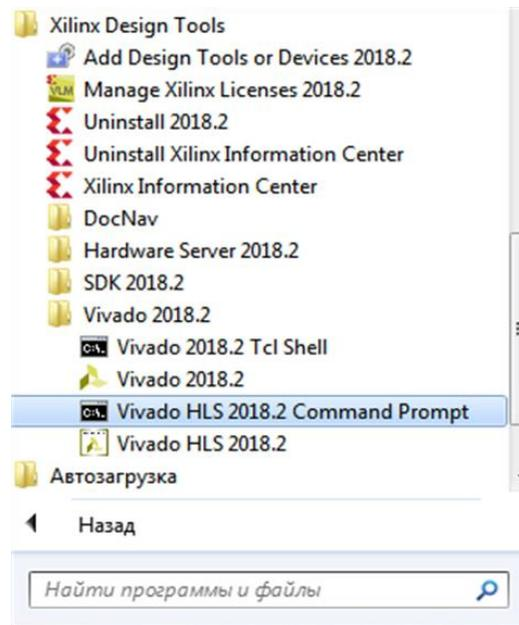

Рисунок 5 – Запуск командной строки Vivado HLS
1. В windows запускаем командную строку Vivado HLS (рисунок 5), в Linux запускаем новый терминал.